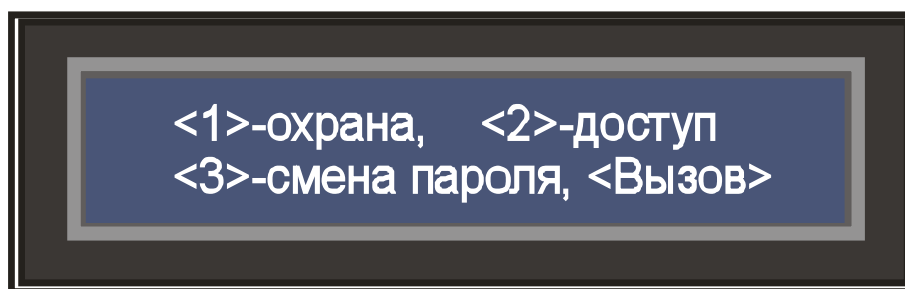

Рис. 4. Вид дисплея в режиме «Пользователь»
При предъявлении пропуска «Пользователь» на дисплее включается подсветка и появляется соответствующее меню (см. рисунок 4).
- 2) Предъявить пропуск пользователя, зарегистрированного в системе и имеющего права постановки (снятия) зоны. На индикаторной панели включится подсветка и появится меню пользователя (см. рисунок 4).
2) Предъявив пропуск пользователя, зарегистрированного в системе и имеющего права постановки (снятия) зон, на дисплее включится подсветка, и отобразится меню пользователя (см. рисунок 4).
6) Ввести шестизначный пароль (по умолчанию 000000) и нажать клавишу «<↵» (Ввод) (если какая-либо из цифр введена неверно, то ее следует удалить нажатием клавиши «<←» (Отмена)). При корректном снятии с охраны на дисплее отобразится надпись «ВЫПОЛНЕНО!» и ВПУ перейдет в меню пользователя (см. рисунок 4).
2) Предъявив пропуск пользователя, зарегистрированного в системе и имеющего права доступа, на дисплее включится подсветка и появится меню пользователя (см. рисунок 4).
2) Предъявить пропуск пользователя, зарегистрированного в системе. На дисплее включится подсветка и появится меню пользователя (см. рисунок 4).
- 2) Предъявить пропуск пользователя, зарегистрированного в системе. На дисплее включится подсветка и появится меню пользователя (см. рисунок 4).